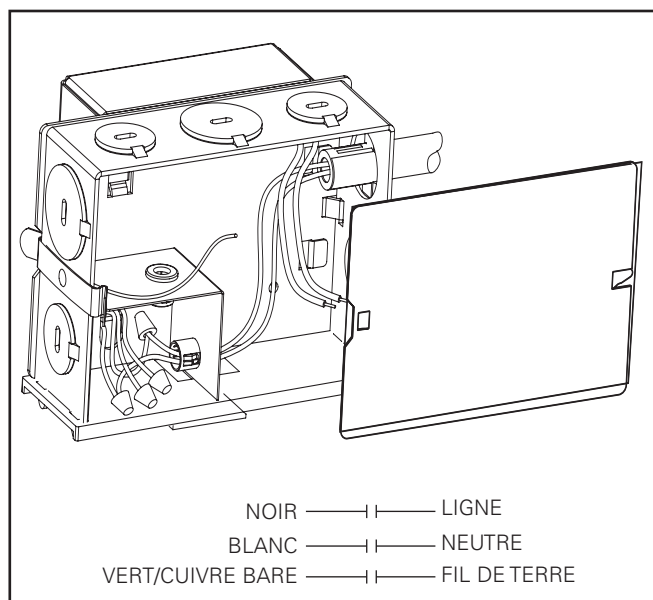

Figure 10
2. Retirez le couvercle de la boîte de jonction (Figure 10).